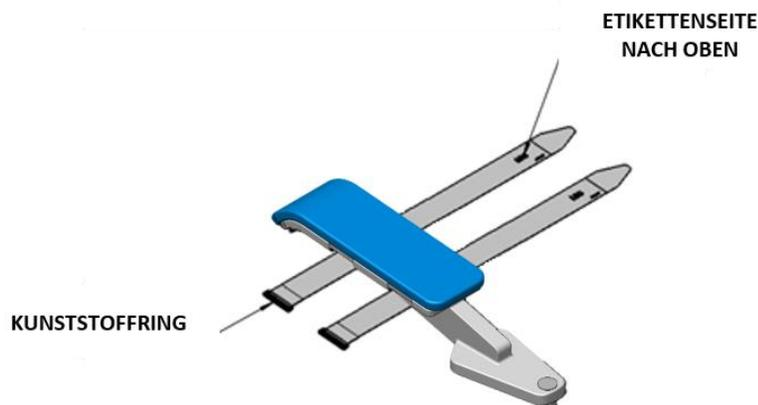

Abbildung 43: Lage der Beingurte am linken Bein des Patienten
- c. Führen Sie vier Beingurtzusätze lose ein, indem Sie den Gurt mit der Etikettenseite nach oben durch die Beinstützenschlitze einfädeln (*Abbildung 43*).